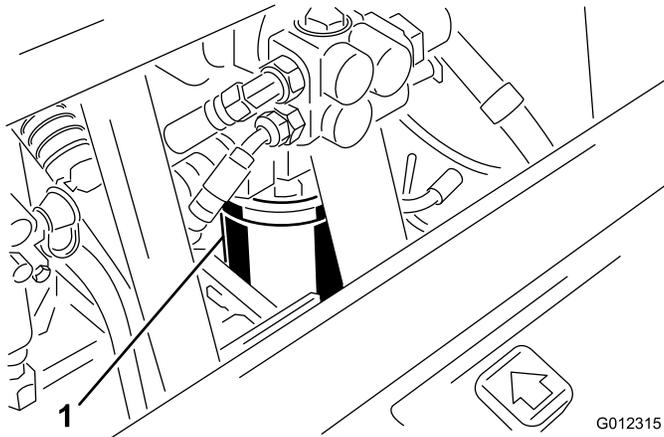

Figura 44
2. Limpie la zona de montaje del filtro (Figura 44). Coloque un recipiente debajo del filtro y retire el filtro.